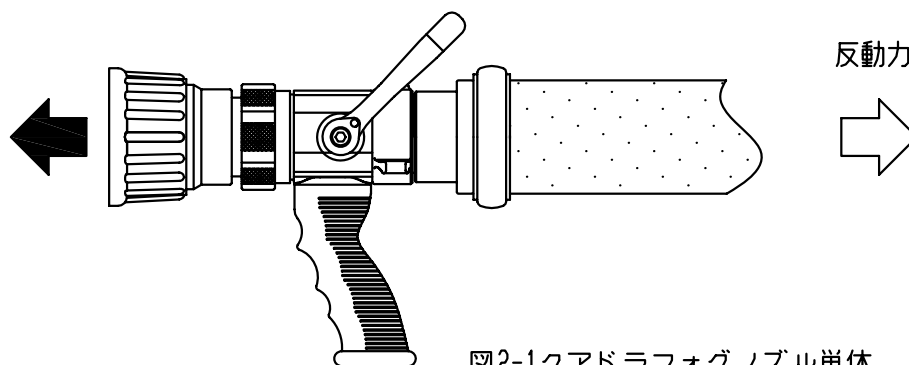

図2-1クアドラフォグノズル単体
- ・ガンタイプノズル、管銃ノズル等では放水反動力は放射方向と逆向きに働きます。(図2-1参照)